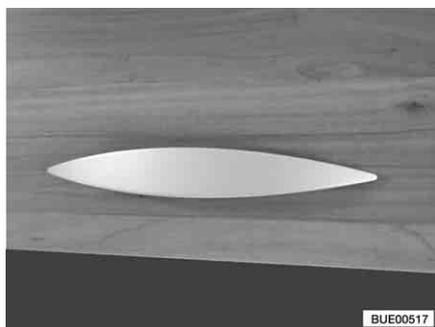

Fig. 37 Trampa de muebles con tirador (ejemplo)
- Tirar del tirador (Fig. 37) hasta que la trampa quede abierta.